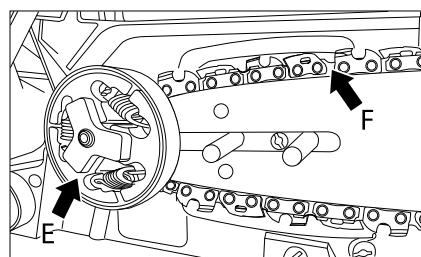

Рис. 8
- Заведите цепь за ведущее цепное колесо (E). Проверьте, хорошо ли поставлены звенья цепи между зубьями цепного колеса (рис. 8).
- Вставьте звенья в паз шины (F) по периферии (рис. 8).